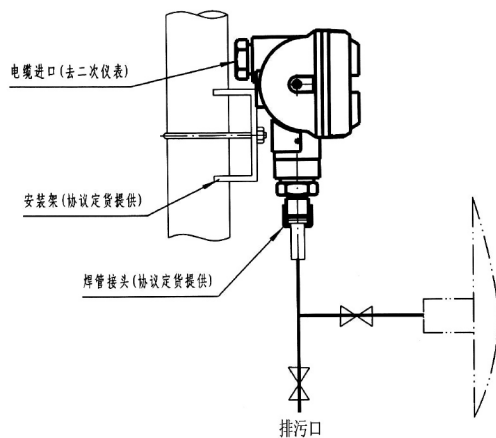
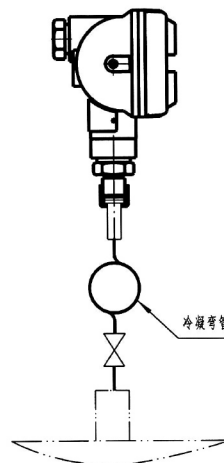
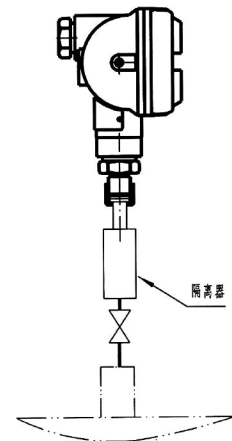

图2a 引压管引压,用安装架安装
图2b 用冷凝弯管安装
图2c 用隔离器安装
①引压管引压，用安装架安装（图2a） ②用冷凝弯管安装（图2b） ③用隔离器安装（图2c）④符合国家压力变送器安装规范的其它安装方式